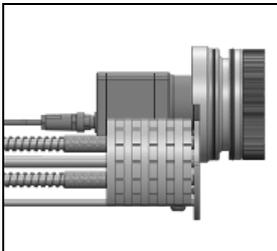
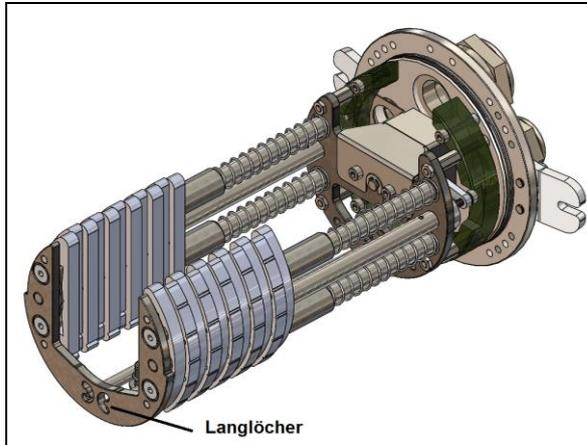
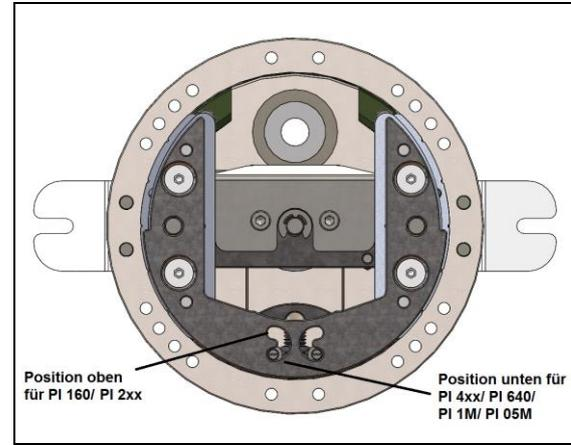
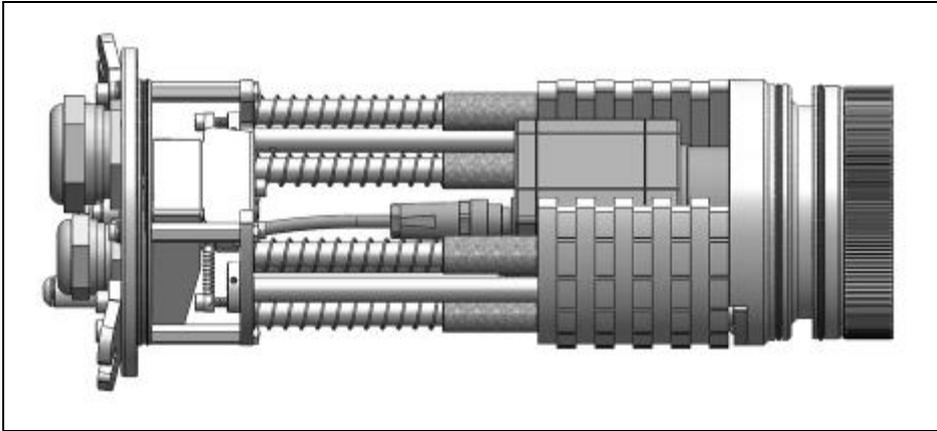

Abbildung 28: Einsetzen der Fokussiereinheit
Abbildung 29: Langlöcher unten am Chassis
Abbildung 30: Positionierung der zwei Stangen im Langloch für verschiedene Kameras
Abbildung 31: Fokussiereinheit mit Kamera im Chassis
2. Setzen Sie anschließend die Fokussiereinheit oder den Frontaufsatz mit der Kamera auf das Chassis (**Abbildung 28**). Achten Sie auf die richtige Positionierung der zwei Stangen unten am Chassis. Diese müssen im Langloch für die jeweilige verwendete Kamera entsprechend verschoben werden (**Abbildung 29, Abbildung 30**). Positionieren Sie die Kamera wie in **Abbildung 31** dargestellt, indem Sie die Fokussiereinheit nach unten drücken. Die PI 1M/ 05M Kamera wird zuerst ohne Frontaufsatz in das Chassis gesetzt. Erst danach wird der Frontaufsatz auf die Optik geführt. Achten Sie darauf, dass der Frontaufsatz in der Höhe ca. 5 mm versetzt über die Optik geführt wird, um ihn über die Chassis-Frontplatte schieben zu können (**Abbildung 20**).